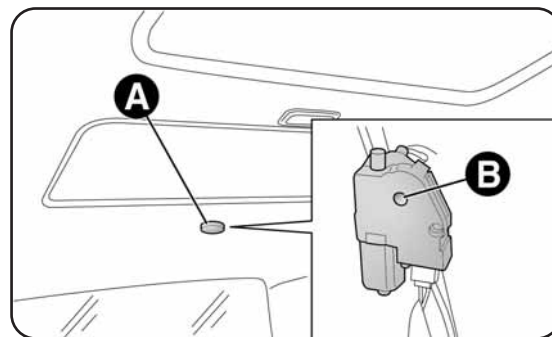

fig. 50
- rimuovere il tappo di protezione A-fig. 50 ubicato sulla parte posteriore del rivestimento interno;